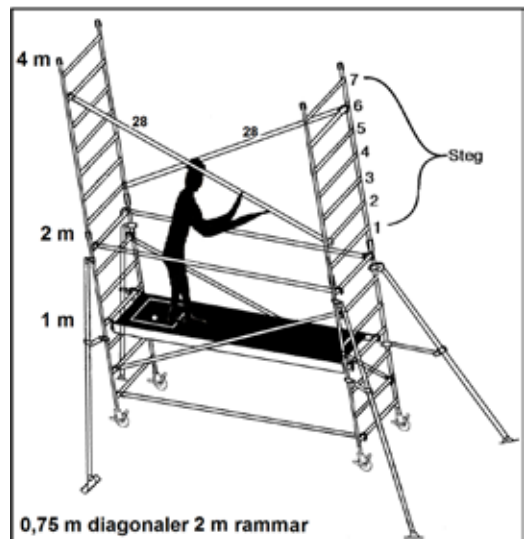
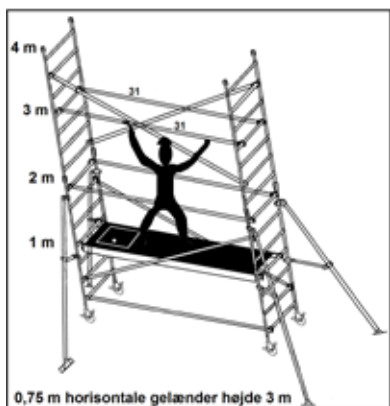

Fig.10
Fig.11
- Mellanmodul Figur fig.10 börjar med att stå på plattform och motering de två gavelramarna 3 och sedan de två diagonalerna 28 fig.10 som korsning på steg 2 och steg 5. Som säkra handräcken monterar horisontella 31 fig.11 tillfälligt i mitten av gavelramen före montering av plattform 17 på toppsteg 7 fig.11.
12. Balansvikten hängs över de horisontella stöden på stutarna, se fig. 11 och 12 i avsnitt 5.0. Ballastvikter - anal och placering. "Översiktstabell för balastvikt", avsnitt 3.5 och 3.6.